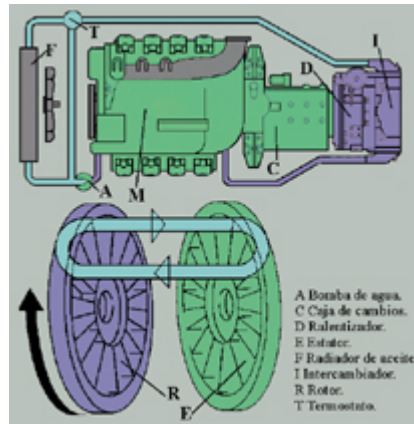

Fig. 25
- **Decelerador hidrodinámico (hidráulico) (figs. 25)**